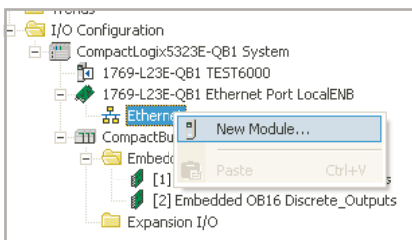

Abbildung 4.3.21 Rechtsklick auf das EtherNet Symbol
1. Klicken Sie im rechten Teil des RSLogix 5000 Fensters mit der rechten Maustaste auf das EtherNet Symbol und wählen Sie aus dem Menü „New Module...“ (Abbildung 4.3.21).